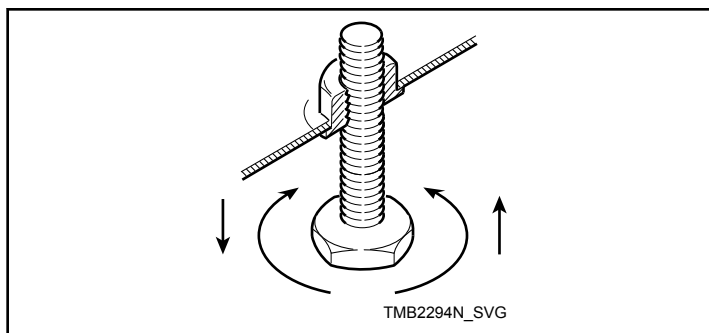

Figura 2
5. Regolare i piedini di livellamento fino a portare l'unità a bolla o comunque non oltre 3,18 mm [0,125 pollici] più alta sul davanti. Vedere la *Figura 2*. L'armadietto non deve oscillare.